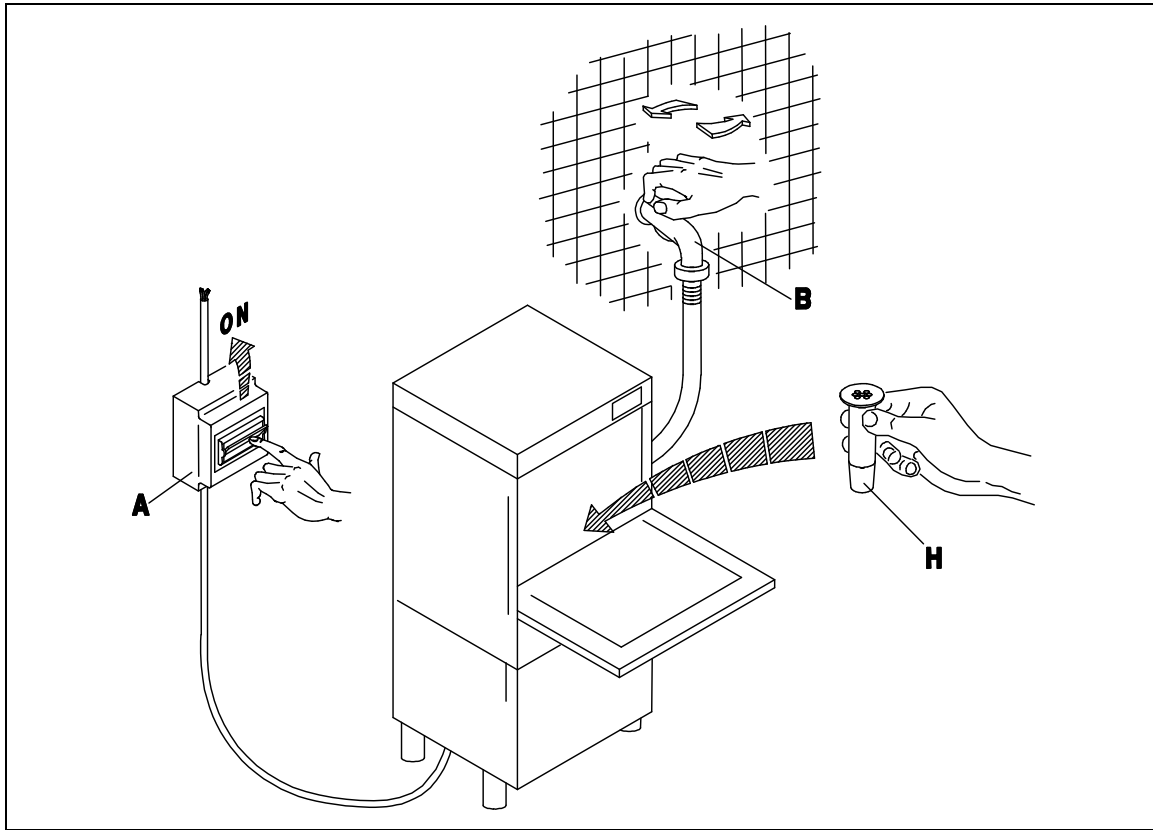

Fig. 3-1
- Aprire il rubinetto dell'acqua (B), inserire l'interruttore generale (A). Attivare l'interruttore principale dell'apparecchio (1), ne conseguirà l'accensione della spia (A) evidenziando che la macchina è sottoposta a tensione. A porta chiusa l'apparecchio si riempie d'acqua e alla fine del carico, si inseriscono automaticamente le resistenze della vasca e del boiler in alternanza. Il funzionamento delle resistenze è reso visibile dall'accensione delle spie (D) ed (E). Quando entrambe le spie si spengono l'acqua avrà raggiunto le temperature impostate e l'apparecchio sarà pronto per iniziare il lavaggio. (fig. 3-1÷3-2)
- Turn on the water tap (B) and switch on the master switch (A). Turn the appliance ON switch (1), which will cause the warning light (A) to illuminate, indicating that the machine is live. When the door is closed the appliance fills with water. When it is full, the tub and boiler heating elements come on automatically in alternation. When the elements are activated, the warning lights (D) and (E) are illuminated. When both warning lights go out the water has reached the set temperature and the appliance is ready to begin the washing cycle. (fig. 3-1÷3-2)
- Öffnen Sie den Wasserhahn (B) und betätigen Sie den Hauptschalter (A). Beim Betätigen des Hauptschalters (1) am Geschirrspüler wird die Anzeige (A) aufleuchten, an der Sie erkennen können, daß die Maschine unter Spannung steht. Bei geschlossener Tür läuft Wasser in die Maschine; ist die nötige Wassermenge einmal erreicht, so schalten die Widerstände des Spülbehälter und des Boilers automatisch eines nach dem anderen, ein. Der Betrieb der Widerstände wird durch das Aufleuchten der Anzeigen (D) und (E) erkennbar. Beide Leuchtanzeigen erlöschen, wenn das Wasser eine vorbestimmte Temperatur erreicht hat, d. h. wenn die Maschine betriebsbereit ist. (fig. 3-1÷3-2)
- Ouvrir le robinet (B) et insérer l'interrupteur général (A). Ouvrir l'interrupteur principal de l'appareil (1), le voyant (A) s'allumera ce qui signifie que la machine est branchée. L'appareil se remplit d'eau avec porte fermée et à la fin du chargement les éléments chauffants de la cuve et du boiler entrent automatiquement en action en alternance. Les voyants (D) et (E) s'allument quand les éléments chauffants fonctionnent. Les deux voyants s'éteignent dès que l'eau a atteint la température programmée et l'appareil est prêt pour commencer le lavage. (fig. 3-1÷3-2)
- Abrir el grifo del agua (B), conectar el interruptor general (A). Activar el interruptor principal del aparato (1); el encendido de la luz testigo (A) indica que la máquina está en tensión. Con puerta cerrada el aparato se llena de agua y cuando la carga esté terminada se conectarán automáticamente las resistencias del tanque y de la caldera en la alternación. El funcionamiento de las resistencias es señalado por el encendido de las luces indicadoras (D) y (E). Cuando ambas luces se apaguen, el agua habrá alcanzado la temperatura programada y el aparato estará listo para empezar el lavado. (fig. 3-1÷3-2)